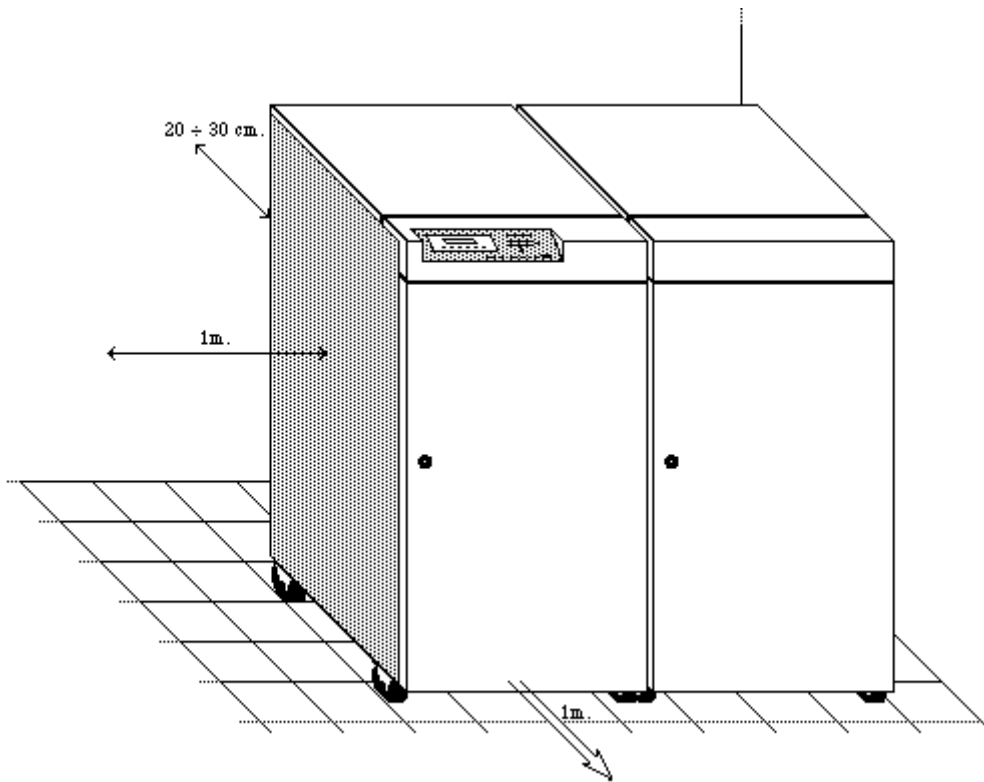

Рис. 7 Установка АБП.
- обслуживание АБП проводится спереди, устройство необходимо размещать на расстоянии 0,2-0,3 м от стены, чтобы обеспечить нормальную вентиляцию и для облегчения некоторых ремонтных работ. Это расстояние может быть сокращено до 0,10 м, если длина присоединительных кабелей дает возможность некоторого перемещения АБП (см. рис. 7);